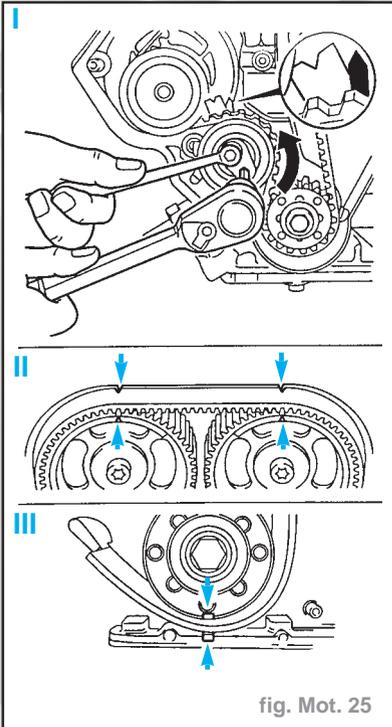

fig. Mot. 25
- Dévisser la vis de fixation du galet-tendeur de la courroie crantée (I). Serrer le galet-tendeur de la courroie crantée par l'excentrique de réglage dans le sens de la flèche (dans le sens inverse des aiguilles d'une montre) jusqu'à ce que l'index du galet-tendeur de la courroie crantée se trouve peu avant la butée droite (I). Serrer la vis de fixation du galet-tendeur de la courroie crantée (fig. Mot. 25).